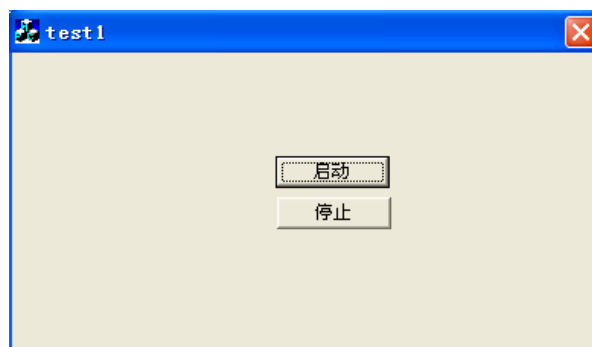

图 7-13 程序运行界面
(14) 编译，运行，按下“启动”按钮，第 0 轴就会输出长度为 200000 的脉冲，运动中可以按下“停止”按钮便会减速停止脉冲输出，如图 7-13 所示：